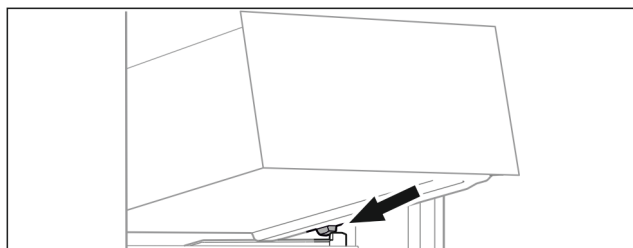

Fig. 132
- Schubfach schräg hinter den Stoppern auf Behälterrippe aufsetzen. (siehe Fig. 132)